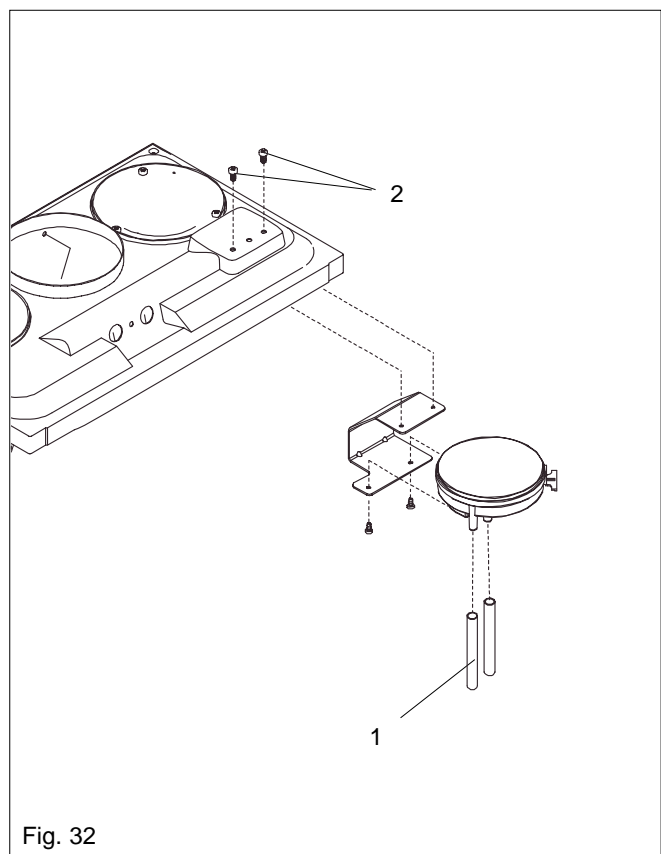

Fig. 32
6.18 AIR PRESSURE SWITCH fig. 32